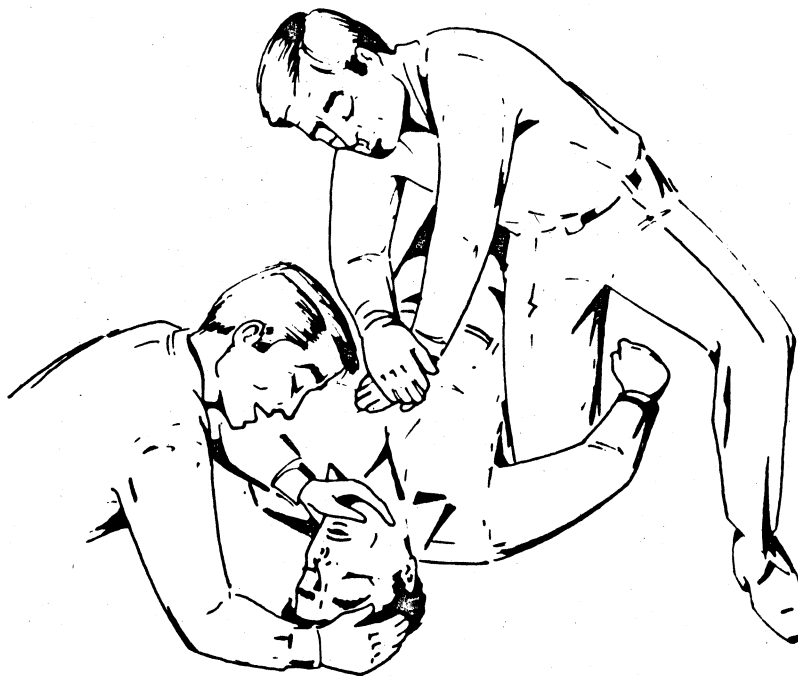

Figure 3 - Le sauveteur de droite pratique le massage cardiaque externe, celui de gauche le " bouche à bouche "
- La compression rythmée du thorax assure la circulation, la respiration sera obtenue en associant la méthode du bouche à bouche pratiquée de préférence par un deuxième sauveteur (figure 3).